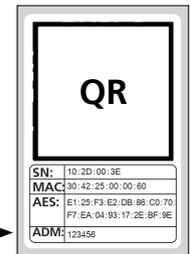

Fig. 9
**! Remarque :** Vous trouverez le code administrateur d'usine sur l'autocollant du code QR du cylindre sous la mention « ADM » (Fig. 9).